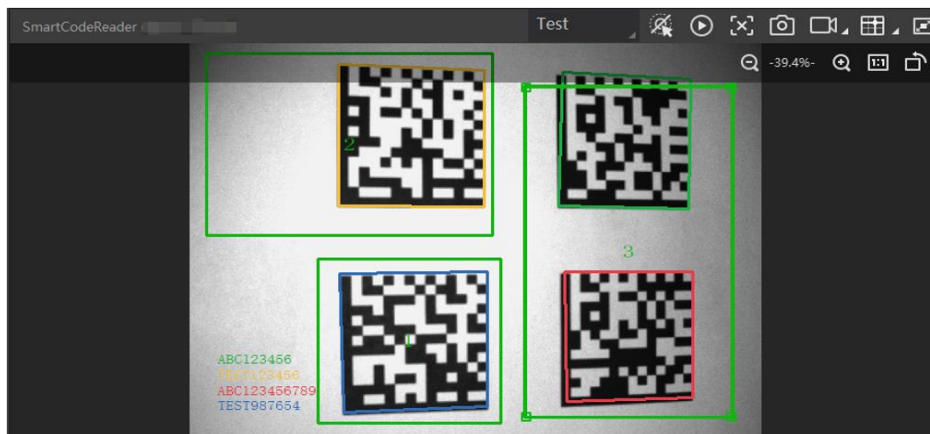

图4-29 手动绘制算法 ROI
3. 点击算法 ROI 下的“绘制”，此时鼠标在预览窗口变为十字，拖动可出现绿色的框。根据实际需求调整绿色窗口的大小和位置，此时被框选部分被设置为算法感兴趣区域，如图 4-29 所示。